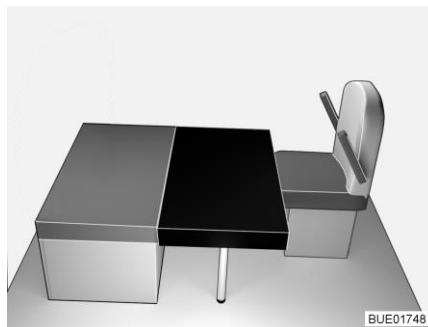

Bild 82 Efter ombyggnaden
- Lägg den rektangulära extra dynan på bordet (framför sittbänkens sittydyna, se Bild 82). Urklippet i den extra dynan ligger då vid den främre stödväggen.